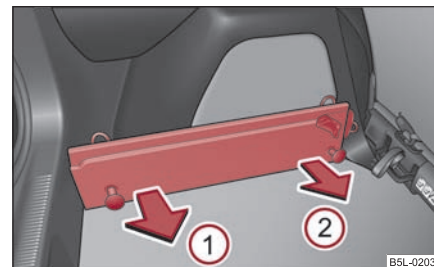

Fig. 108 Maletero: Retirar las guías portantes
- Debe asir el riel portante **(A)** en la posición **(1)** ⇒ fig. 108 y soltarlo tirando de él en el sentido de la flecha.